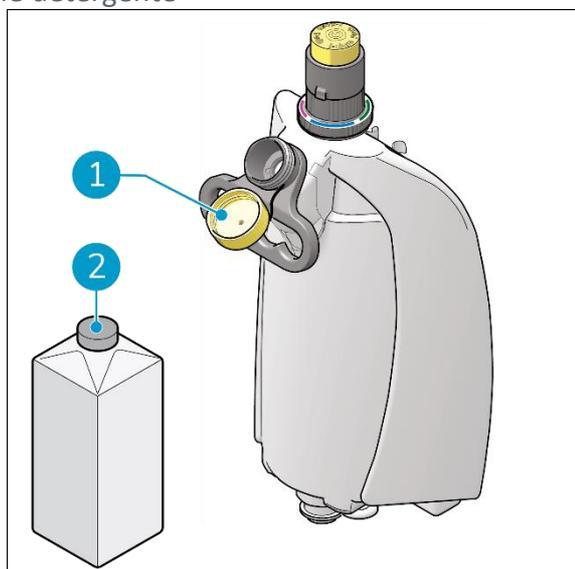

Figura 18
1. Rimuovere il tappo giallo (Figura 18, pos. 1).
(Figura 18, pos. 2).
3. Rimettere il tappo giallo (Figura 18, pos. 1) e assicurarsi che sia ben chiuso.
8. Premere il pulsante dell'iniettore i-dose (Figura 18, pos. 5) per erogare il contenuto della capsula i-dose.
9. Ruotare l'anello indicatore in modo che il colore corrispondente alla capsula i-dose sia rivolto verso di voi (Figura 18, pos. 3).